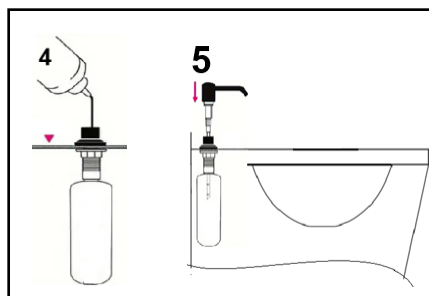

Fig.11
- Vierta jabón líquido en la botella, inserte el "extremo plano" del tubo/pajita de la bomba en la bomba e inserte el conjunto dispensador en la botella (Fig.11).